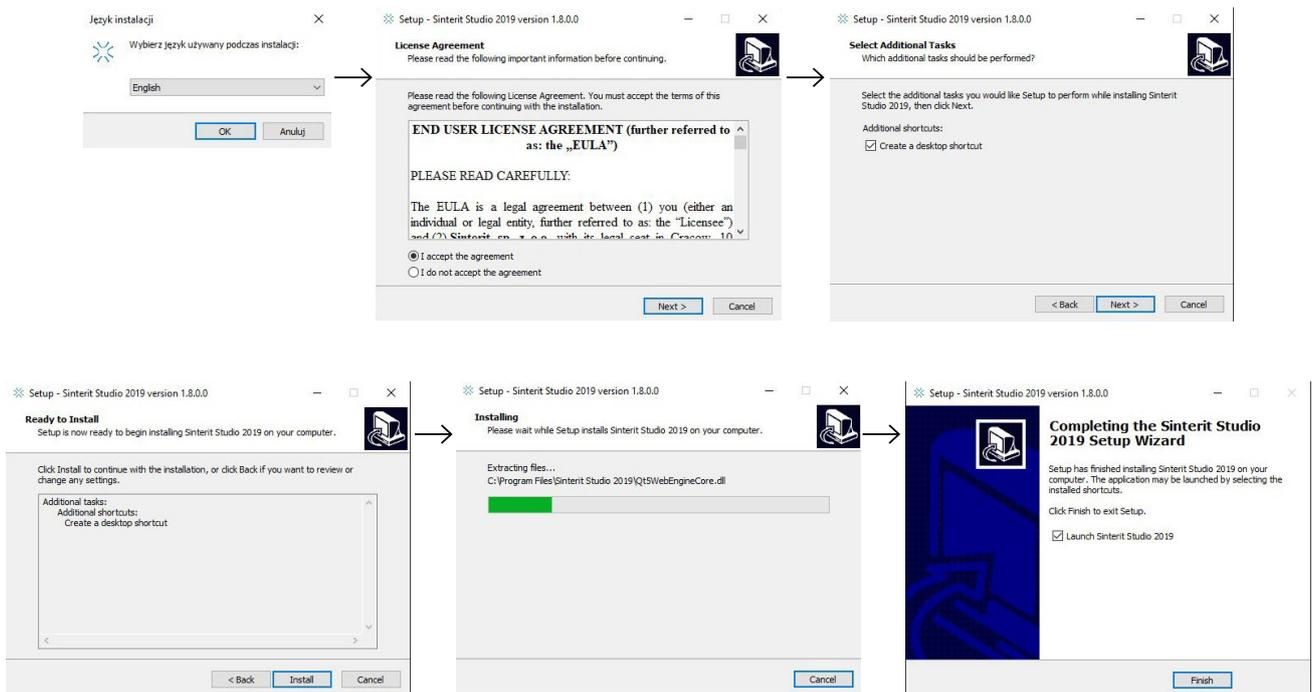

Abb. 1.1 Bildschirmanweisungen während der Installation.
4. Folgen Sie den Anweisungen auf Ihrem Bildschirm (Abb. 1.1).